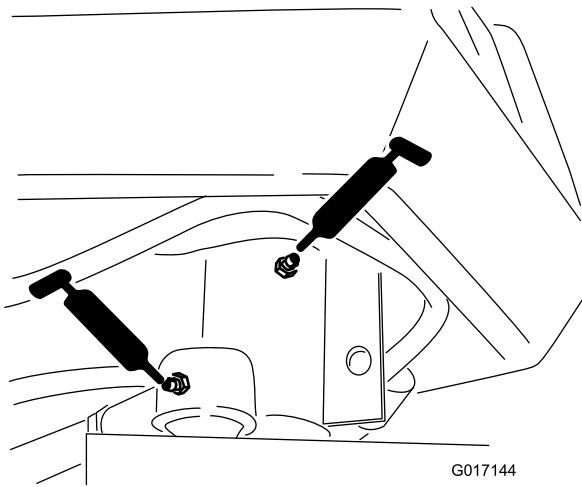

Figure 28
- Axe de fourche de direction (1) (Figure 28)
- Extrémité de tige de vérin de direction (Figure 28)